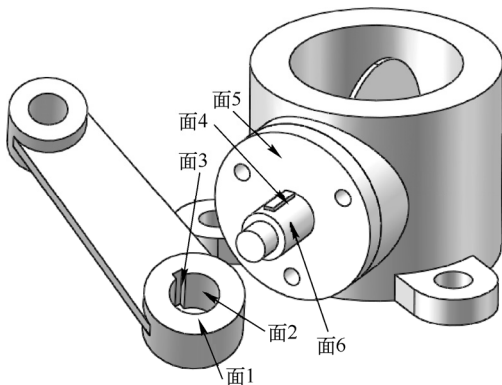
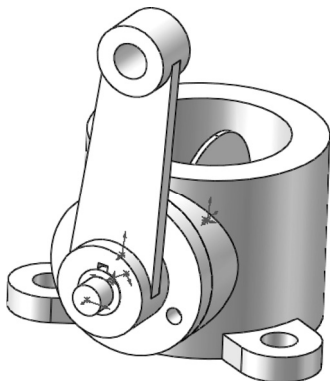

图 11-85 插入“臂”到装配体
图 11-86 配合后的图形 5
❶ 插入臂。选择菜单栏中的“插入”→“零部件”→“现有零件/装配体”命令，或单击“装配体”控制面板中的“插入零部件”按钮，在弹出的“打开”对话框中选择“臂”，将其插入到装配界面中，如图 11-85 所示。
❷ 添加装配关系。单击“装配体”控制面板中的“配合”按钮，选择图 11-85 中的面 2 和面 6，添加“同轴心”关系；选择图 11-85 中的面 3 和面 4，添加“平行”关系；选择图 11-85 中的面 1 和面 5，添加“重合”关系；单击“确定”按钮，完成臂的装配，如图 11-86 所示。